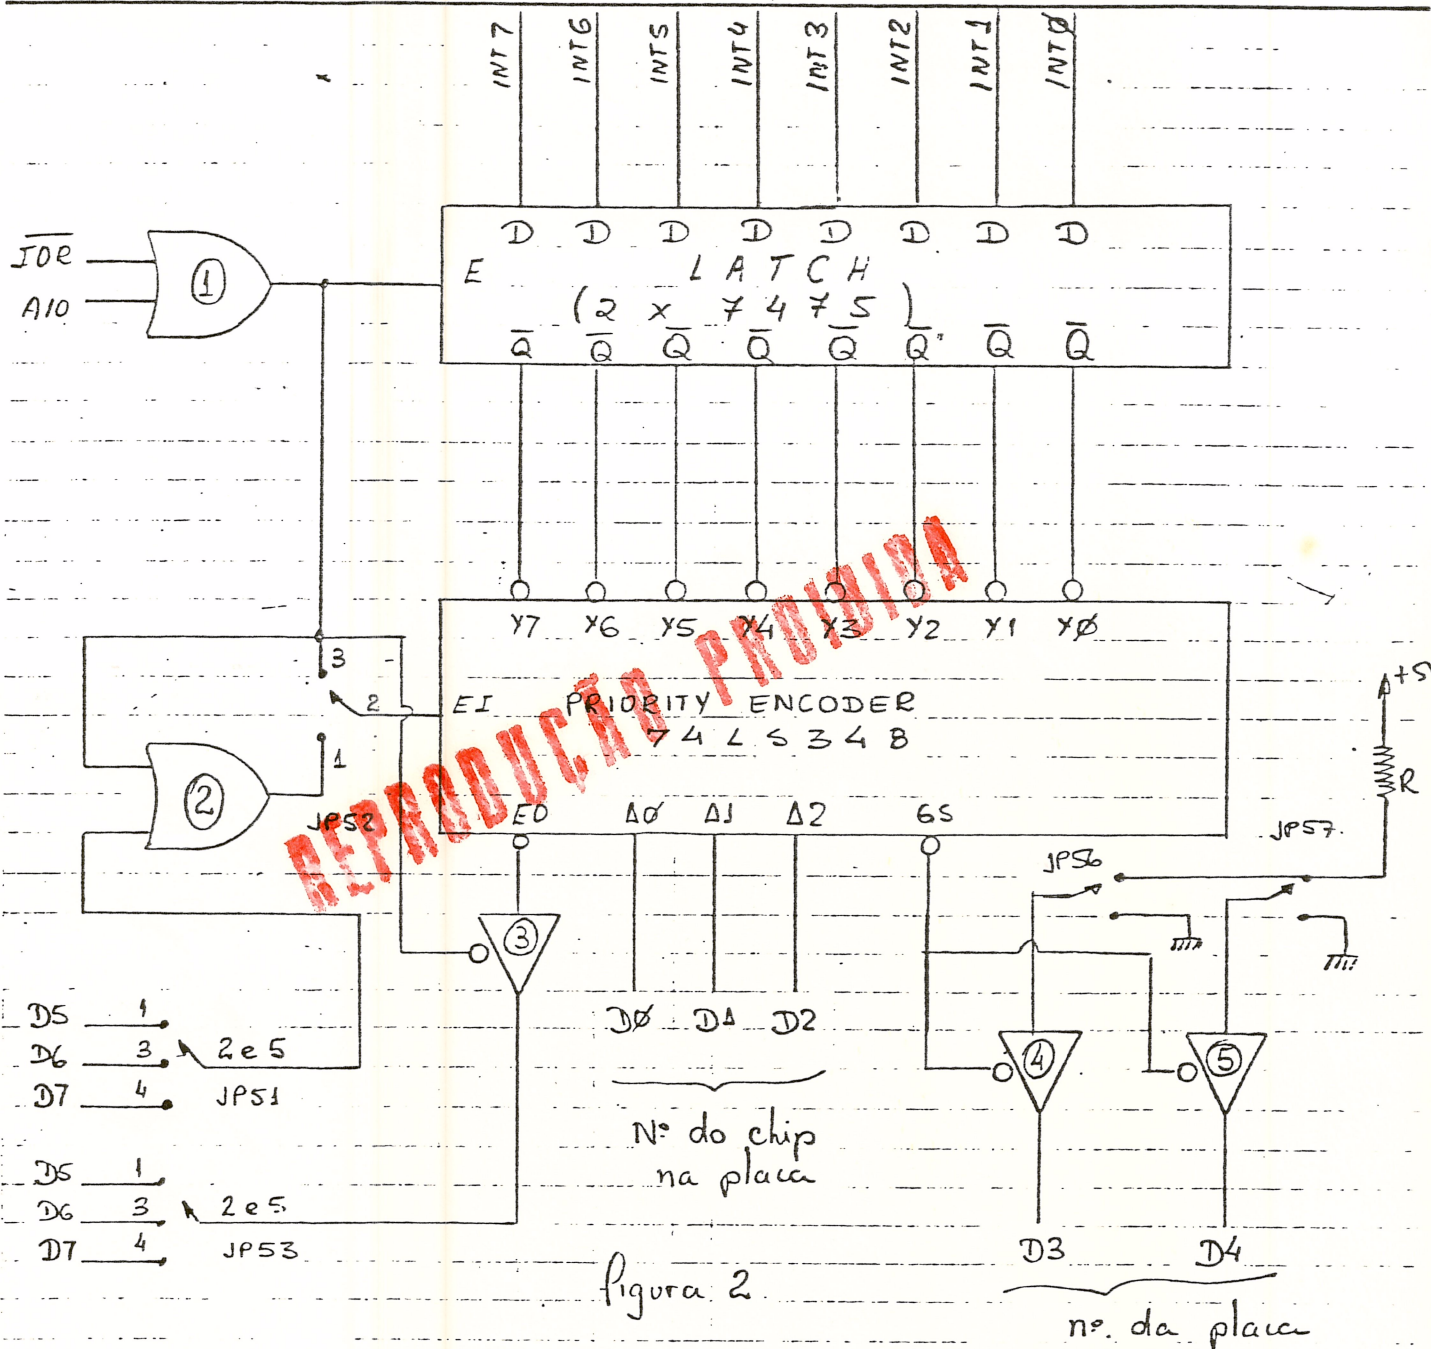

Figura 2
O circuito da figura 2 utiliza as linhas (senais) $\overline{INT0}$ a $\overline{INT7}$, geradas pelo circuito da figura 1. (Obs: ao leitor não familiarizado com o chip 74LS348, recomenda-se a leitura do "data sheet" do mesmo, que se encontra nos manuais TTL de vários fabricantes; antes de prosseguir na leitura desta descrição funcional).
Nesse priority encoder a saída E0 será ativada (nível lógico "0"), ativando as portas correspondentes às portas ④ e ⑤ da figura 2. Essas portas colocadas nos pinos D3 e D4, respectivamente, o nº da placa programado nos jumpers JP56 e JP57. É importante observar que o nº da placa a ser programado em JP56 e JP57 deve ser complementado, para que fique coerente com o nº do chip enviado pelo 74LS348. (P. ex: p/a placa nº 0, JP56 $\rightarrow$ Vcc e JP57 $\rightarrow$ Vcc).